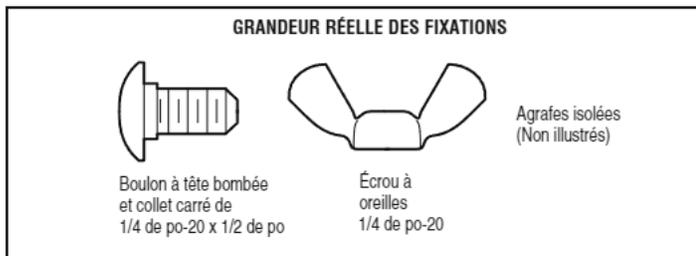

Figure 1 MONTAGE SUR GUIDES DE PORTE (CÔTÉ DROIT)
1. Faire glisser les bras courbés par-dessus le bord arrondi de chaque guide de porte, les bras courbés étant dirigés vers la porte. Enclencher en place contre le côté du guide. Il doit reposer à plat, avec le rebord embrassant le bord arrière du guide, comme illustré à la Figure 1.